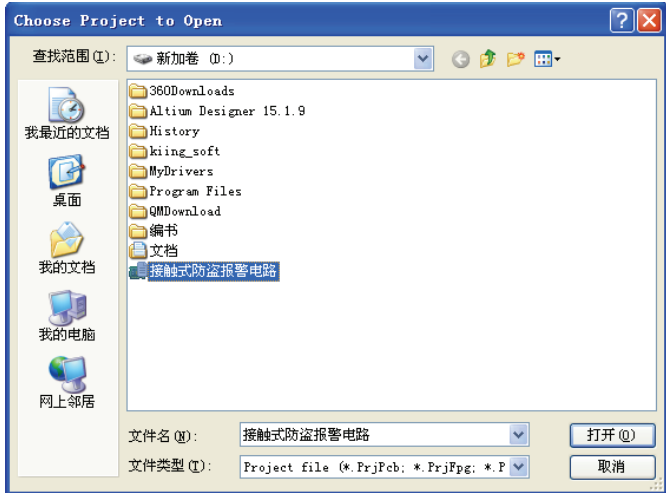

图 2-3 选择打开文件对话框
(3) 执行菜单命令【File】→【Open Project...】，在选择打开文件对话框（见图 2-3）中双击项目文件，弹出项目面板。在项目面板中，单击原理图文件，启动原理图编辑器，打开已有项目中的原理图文件。